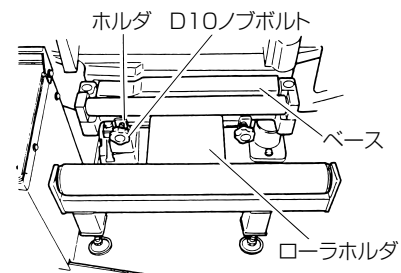

図 4
- (3) サブローラのローラホルダとCB 32FB形のベースをホルダ(2個)ではさみ、D10ノブボルト(2個)を締付けて、サブローラを確実に固定してください。(図4、5)
(2) アジャスタ (B) を調整後、サブローラのローラホルダを図 4 のように CB 32FB 形のベース横に押付けてください。